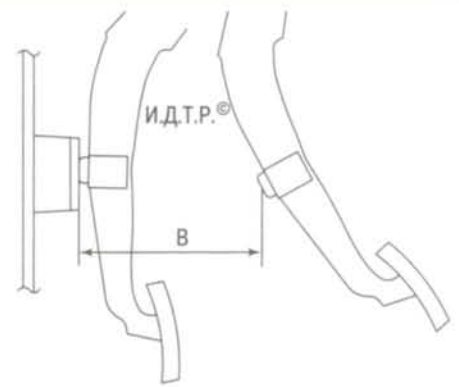

Рис. 6.9. Проверка полного хода педали сцепления
1. Не нажимая на педаль сцепления, измерьте расстояние В (рис. 6.9) от упора педали до ограничителя хода педали сцепления. Это расстояние должно быть 101–104 мм. Это значение соответствует полному ходу педали сцепления.